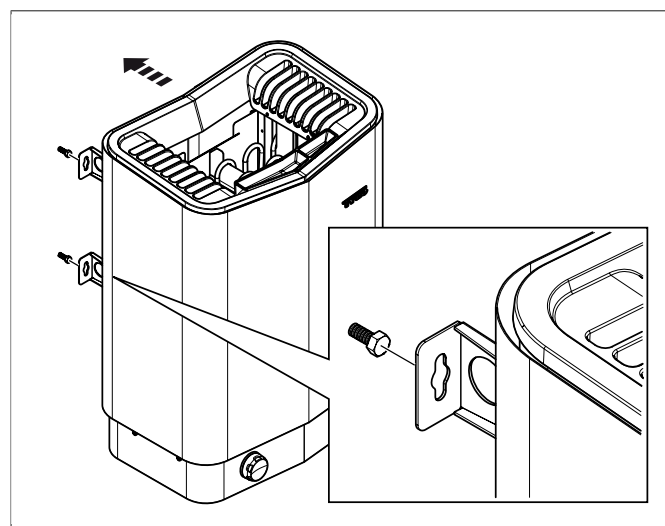

Fig 10: Häng upp aggregatet
8. Häng upp aggregatet på skruvarna se **Fig 10**, sidan 4.